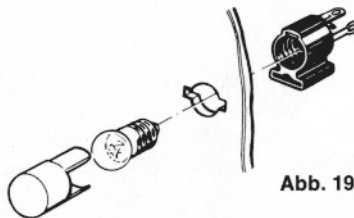

Abb. 19
Halte die Lampenfassung (26) von innen an die Vorderplatte und schraube die Lampe (14) von außen hinein. Schiebe dann noch von außen die rote Kappe (27) bis über die Lampenfassung (Abb. 19). Die Anschlußdrähte werden mit Spiralfedern (22) in den Ösen befestigt.